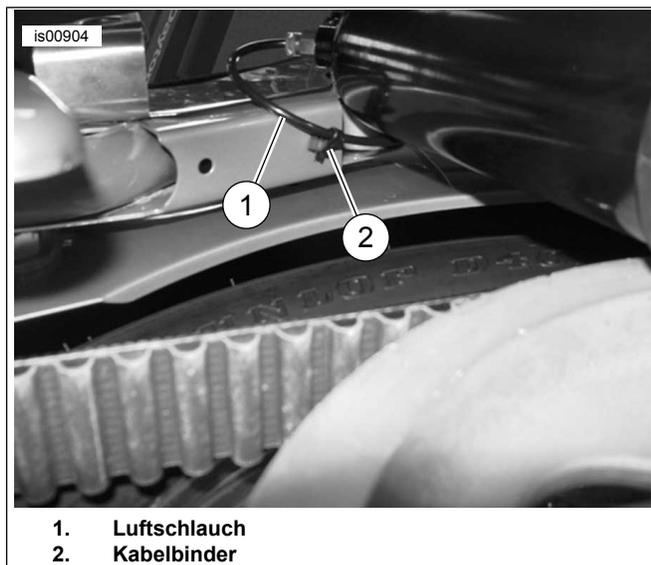

Abbildung 3. Verlegung des Luftschlauches bei Modellen ab 2003
7. Für Modelle von **1997 bis 2001**. Die beiden Luft-Fittings in den beiden untersten Löchern (mit den Markierungen „F“ und „R“) der rechtsseitigen Halterung befestigen. **2002-Modelle** besitzen nur ein Luft-Fitting. Dieses muss in dem Loch mit der Markierung „F“ in der **RECHTSSEITIGEN** Halterung montiert werden. Für Modelle **ab Modelljahr 2003** siehe Abbildung 3. Den **linksseitigen** Stoßdämpfer-Luftschlauch von dem Luftventil abnehmen und unter der oberen Stoßdämpferaufhängung verlegen. Das hinterste freie Loch an der Unterseite der Schutzblechversteifung unmittelbar vor dem linken Stoßdämpfer suchen. Mit einem Kabelbinder (2) den Luftschlauch an diesem Loch sichern und darauf achten, dass er nicht eingeknickt oder eingeklemmt wird. Den Luftschlauch wieder am Luftventil anschließen und das Luftventil am vorderen unteren Loch (mit Markierung „F“) der linksseitigen Halterung anbringen. Gemäß Werkstatthandbuch Luft in die Stoßdämpfer pumpen.